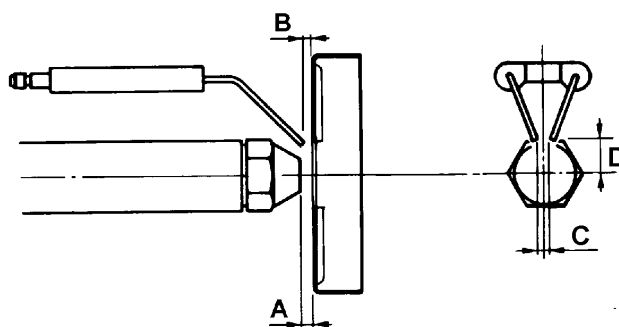

Рис. 57
**⚠** Перед демонтажом форсунки снять реальный размер **A** (Рис. 57) и отметить его в нижеследующих заметках Таб. 4.